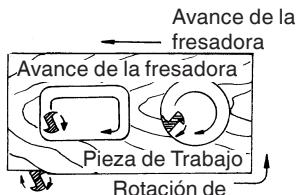

Fig. 16
- (2) La broca gira hacia la derecha (sentido de la flecha indicada en la base). Para lograr la máxima efectividad del corte, haga avanzar la fresaadora vertical de acuerdo con los sentidos de avance mostrados en la Fig. 16.